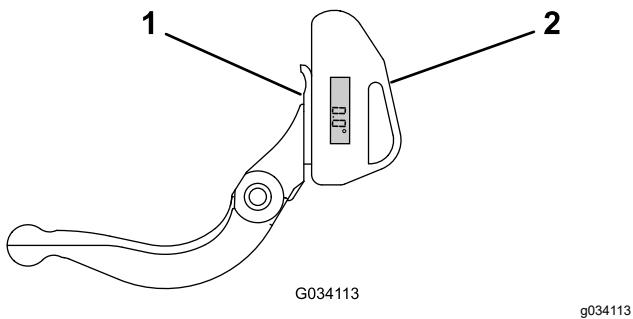

Figura 24
- Coloque o indicador de ângulo no lado inferior da lâmina de corte, como se ilustra na Figura 24.